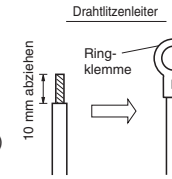

Abb. 4-5
- Das Ende des Kabels mit einem Seitenschneider abtrennen, dann die Isolierung abziehen, um ungefähr 10 mm der Litze freizulegen; danach die Enden der Litze verdrehen. (Abb. 4-5)